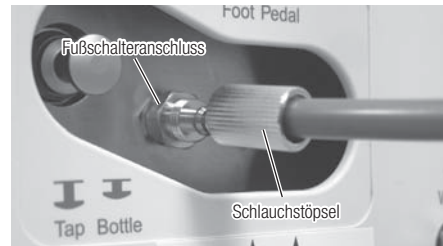

Abb. 2
Lockern und entfernen Sie die Schlauchstöpfe (2 x) aus den Fußschalteranschlüssen auf der Rückseite des Steuergerätes und stecken Sie sie beide in die Fußschalterkabel. Führen Sie die Stöpfe so ein, dass die Schrauben ein Stück herausstehen (auf der Seite des Steuergeräts). Stecken Sie den Schlauch des Fußpedals in den Fußschalter-Anschluss (13) auf der Rückseite der Einheit. Führen Sie das mit „1“ gekennzeichnete Ende jedes Schlauchs ein, wie auf der Markierung beschrieben. Ziehen Sie jetzt die beiden Schlauchstöpfe fest (Abb. 2).